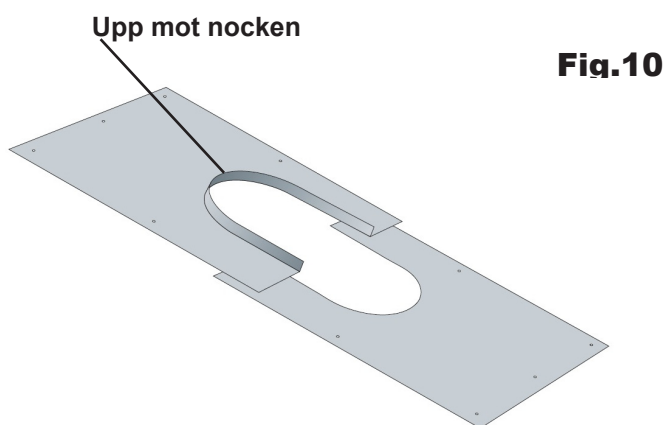

Fig.10
1. Ta bort taktegel och såga bort läkten i erf. omfattning för att få dit underbeslagets 2 halvor (M19-20) Se Fig. 10